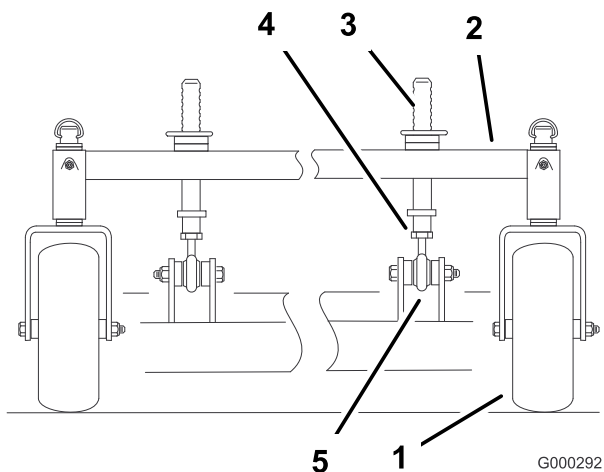

Figura 57
- Para cambiar la inclinación longitudinal, pueden ajustarse los pilares delanteros de ajuste de altura de corte (Figura 57).
- Para elevar la parte delantera de la carcasa, afloje la contratuercas y haga girar el pilar delantero en el sentido de las agujas del reloj (Figura 57).
- Para bajar la parte delantera de la carcasa, afloje la contratuercas y haga girar el pilar delantero en el sentido contrario de las agujas del reloj (Figura 57).
- Apriete las contratuercas (Figura 57).